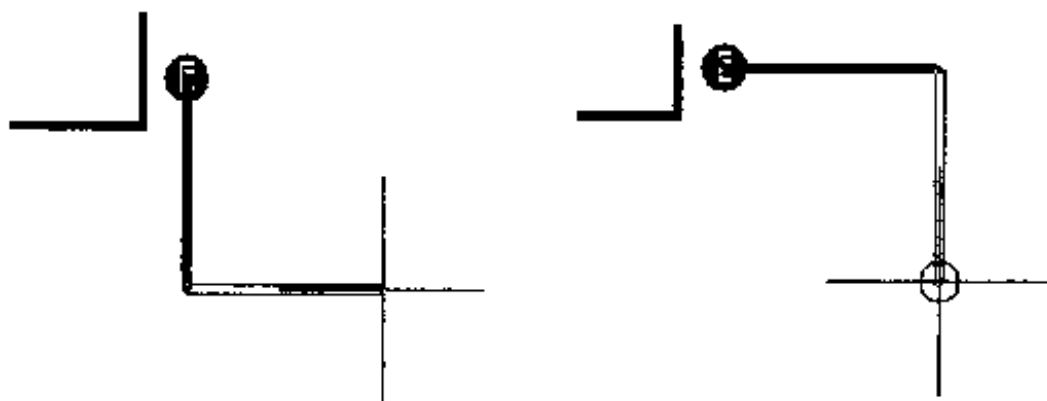

图 5-45 导线方向切换前按空格键后的方向
(2) 导线方向切换: 在布线过程中, 按动空格键即可实现导线方向的切换, 如图 5-45 所示。